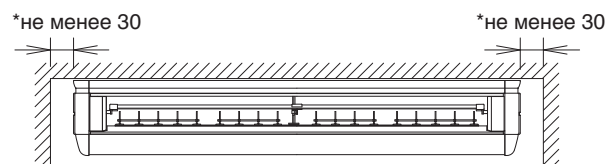

Рис. 1
- (1) Выберите место для установки, одобренное заказчиком и соответствующее следующим условиям.
- С наличием свободного пространства, достаточного для установки и технического обслуживания. (См. рис. 1 и рис. 2)